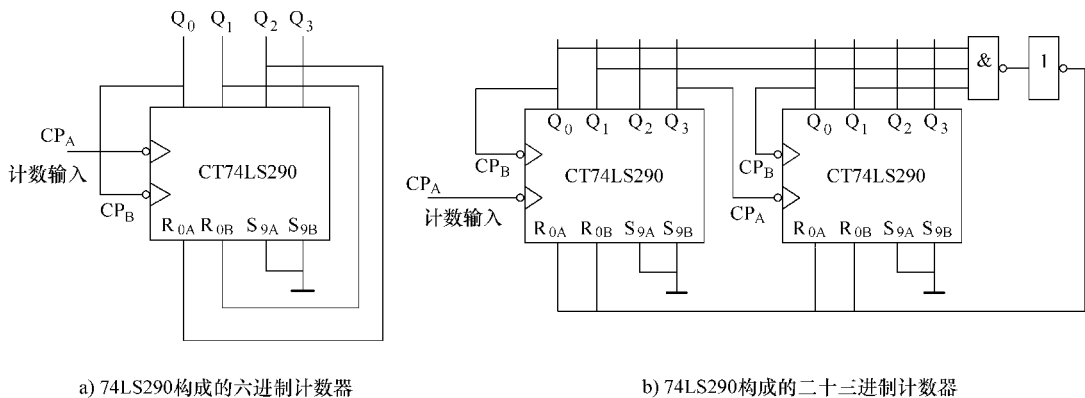

图 6-26 74LS290 构成的计数器
1) 故障现象（以图 6-26 所示 74LS290 构成的二十三进制计数电路为例）：
- ① 电路不工作。
- ② 只计数 0 到 1 或 0 到 19 或其他不正常的情况。
- ③ 有一片或两片都始终出现 9 等。